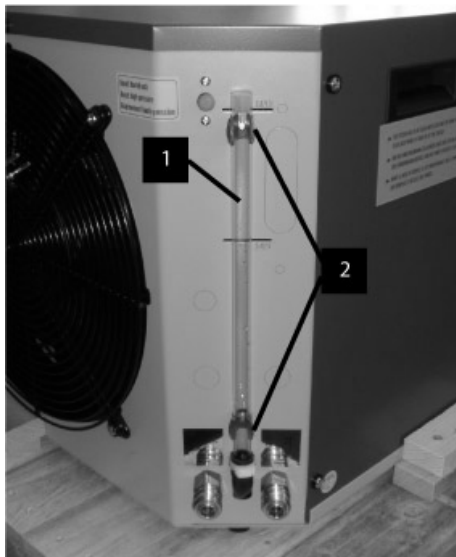
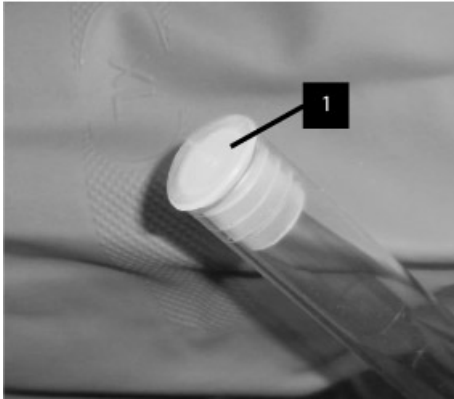

Abb. 54
Abb. 55
2. Die Wasserprobe wird mittels Füllstandsanzeige (Abb. 54/1) entnommen.
Dafür muss die Füllstandsanzeige vorsichtig aus den Befestigungsschellen (Abb. 54/2) gelöst werden.
3. Die Kappe (Abb.55/1) von der Füllstandsanzeige (Abb. 54/1) muss entfernt werden.
6. Nach Entnahme der Wasserprobe muss die Kappe (Abb. 55/1) der Füllstandsanzeige wieder aufgesetzt werden.
Die Füllstandsanzeige muss an ihrer ursprünglichen Position in die Befestigungsschellen (Abb. 54/2) vorsichtig wieder eingesetzt werden.